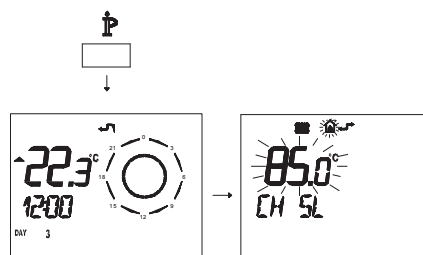

Figura 5.48
- Premere per più di 3 secondi il pulsante  $\text{IP}$  per entrare in modalità *INFO* (Figura 5.48).